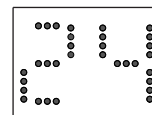

Fig. 1
- En grados Celsius, las pantallas digitales como la Fig. 1.